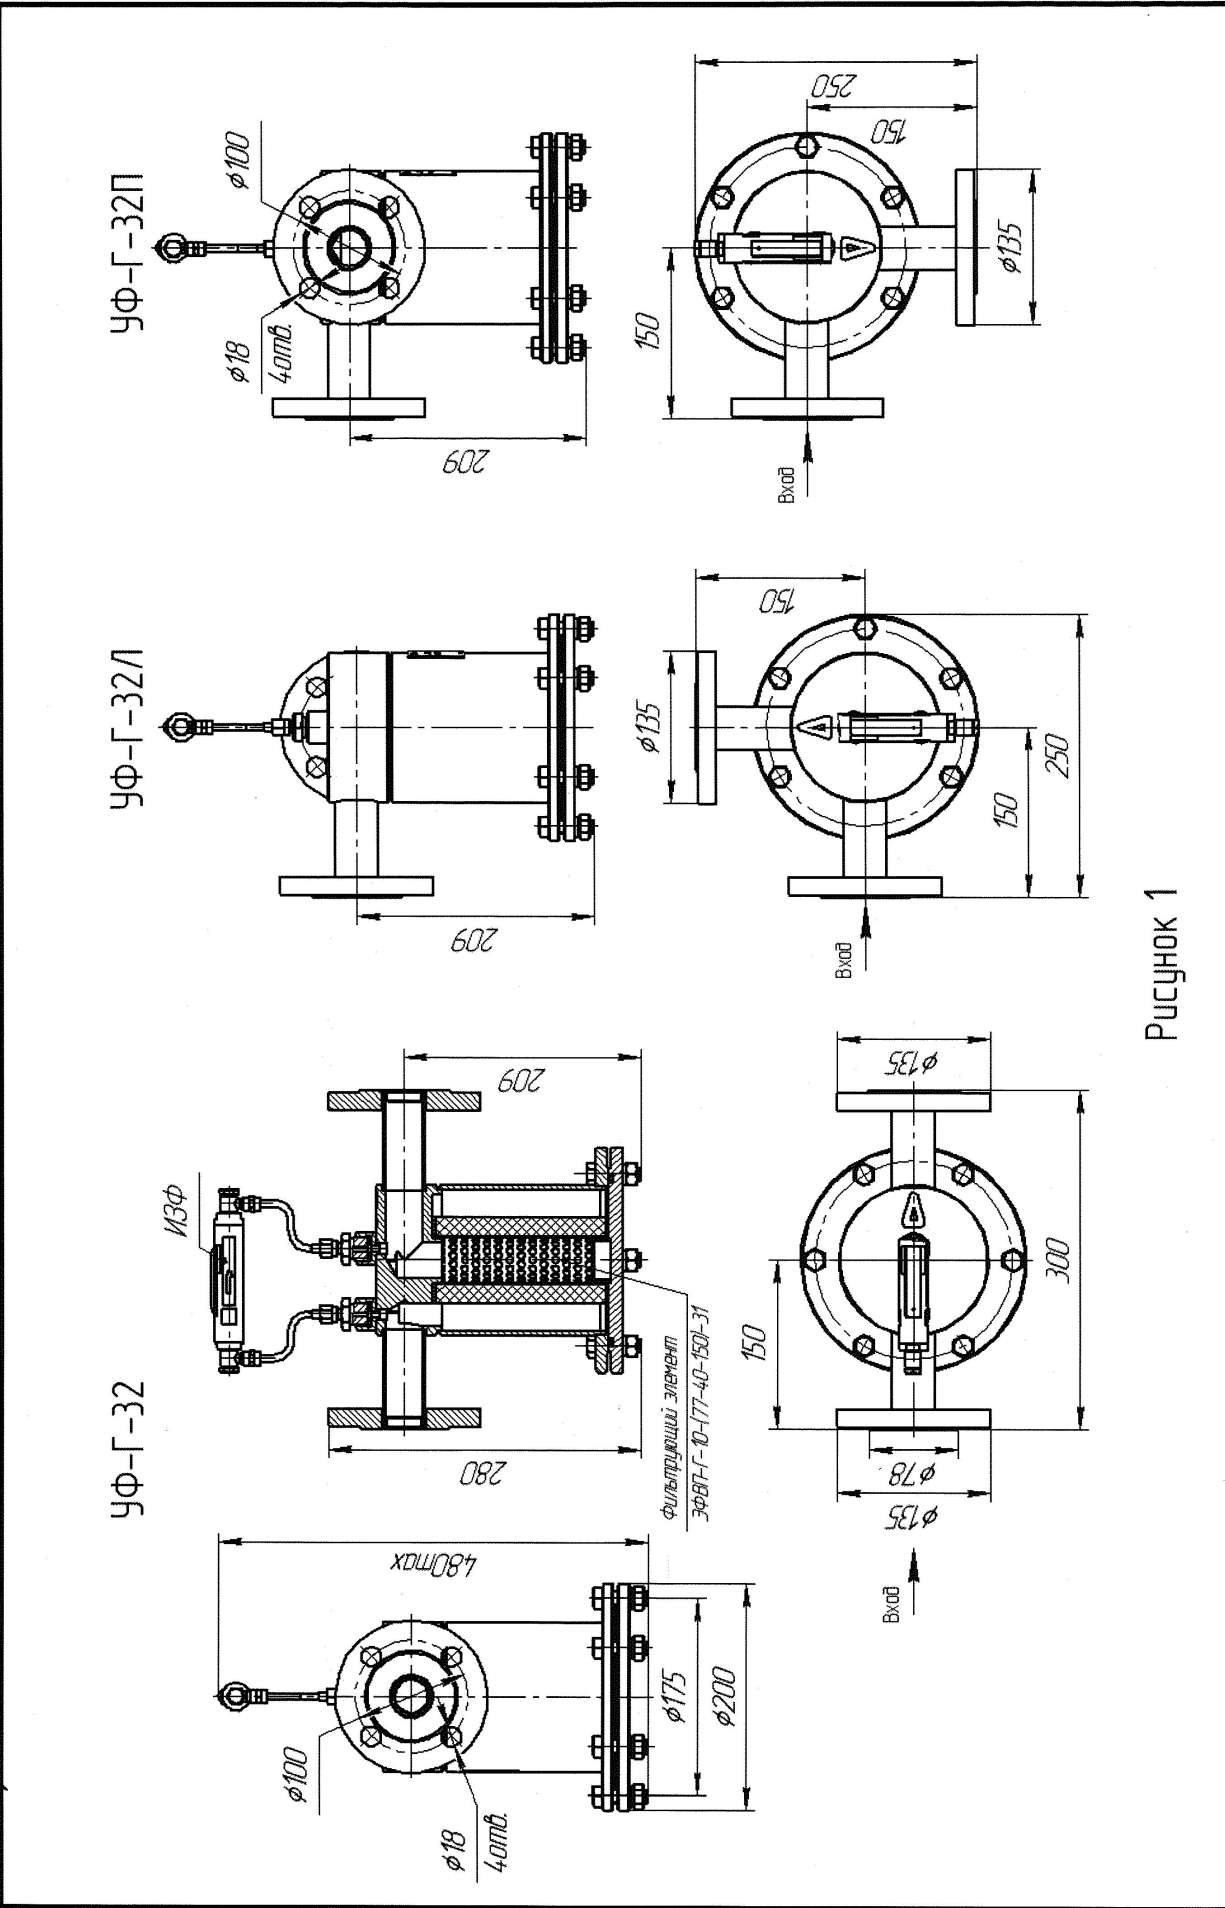

Рисунок 1
1.5 В зависимости от положения входного и выходного патрубков УФ-Г-32 выпускаются в трех исполнениях (рисунок 1):